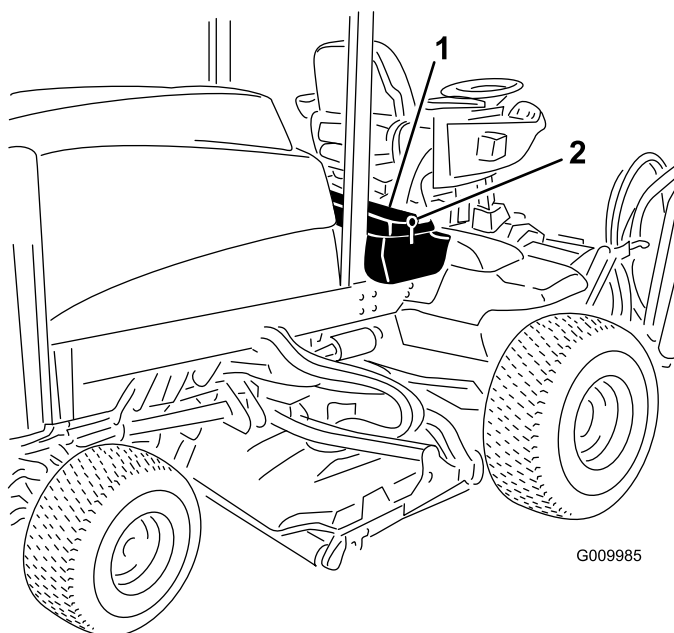
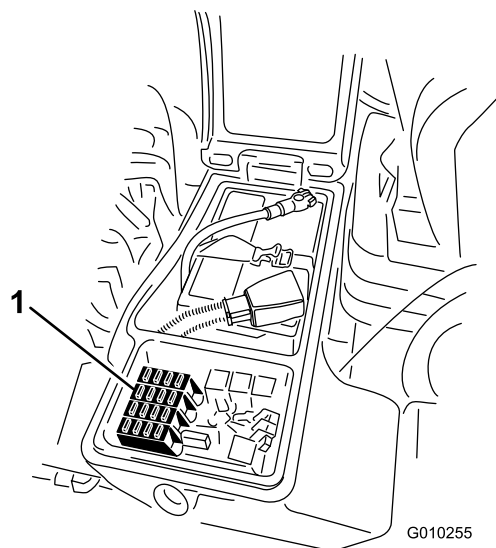

Figura 55
Figura 56
(Figura 55) per esporre il portafusibili (Figura 56).
2. Sostituite il fusibile aperto (o fusibili aperti) come opportuno (Figura 56).
3. Chiudete il coperchio del vano portaoggetti di destra e fissatelo con il dispositivo di chiusura (Figura 55).